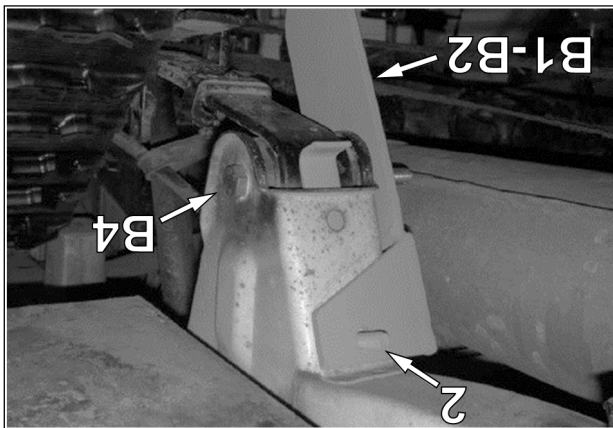

Fig. 5
au support de lame de ressort; insérer l'ancrage au boulon du couvert (2) inséré à l'étape précédente. Utiliser une rondelle plate (B5) et un écrou (B6) fournis pour fixer l'ancrage au boulon du couvert. Serrer à un couple de 50 Nm [37 lb-pi]. Voir la Fig. 5